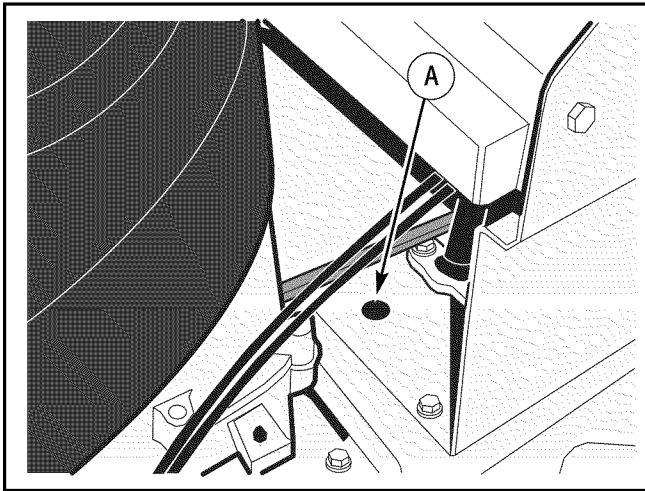

Figura 41: Alinee el orificio con el orificio de la dirección del sector
1. Gire el volante de manera que las ruedas delanteras apunten hacia delante. Alinee el orificio de la dirección del sector con el orificio de la placa de dirección (vea la Figura 41).